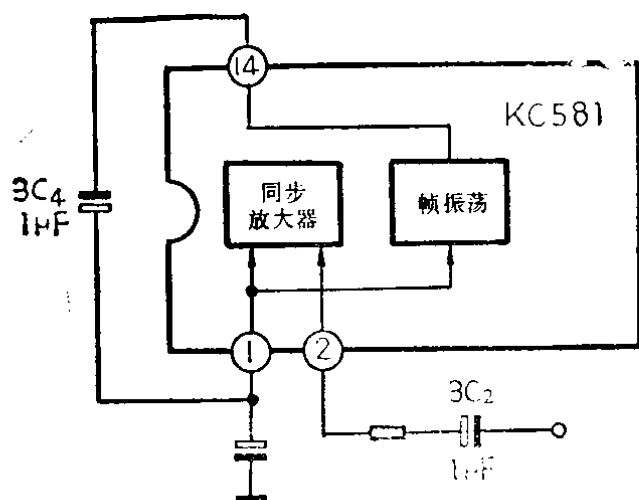

图1-2-5 定时电容损坏后的应急修理
例12 上海电视机一厂生产的金星B31—2型集成电路电视机，图象向下翻滚，无论怎样调节帧频电位器，图象总不能稳定下来。经检查发现场振荡电路定时电容 $3C_4$ ($1\mu F$) (见图1-2-5，即KC581集成电路①脚与⑭脚之间